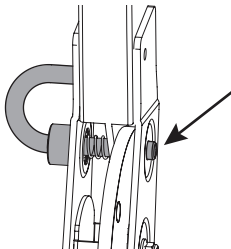

Figura 6
**NOTA:** vea el ejemplodel ROPS colocado correctamente (Figura 6).